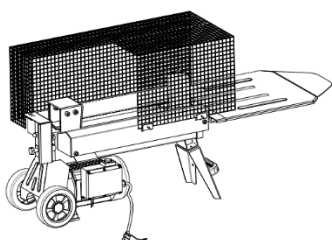

Fig. 6
1.5 Collega la griglia di protezione superiore con la griglia di protezione posteriore, la griglia di protezione sinistra e la griglia di protezione destra utilizzando le fibbie metalliche, come mostrato nella Fig. 6.